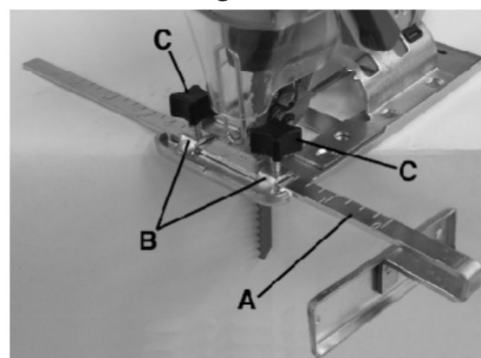

Figure 7
Se incluye una guía de bordes (A), Fig. 7, para realizar cortes repetidos de ancho. Para instalarla, deslice la guía de bordes debajo de las pestañas de la base inclinable (B) y bloquéela en la posición deseada con las perillas de bloqueo (C).